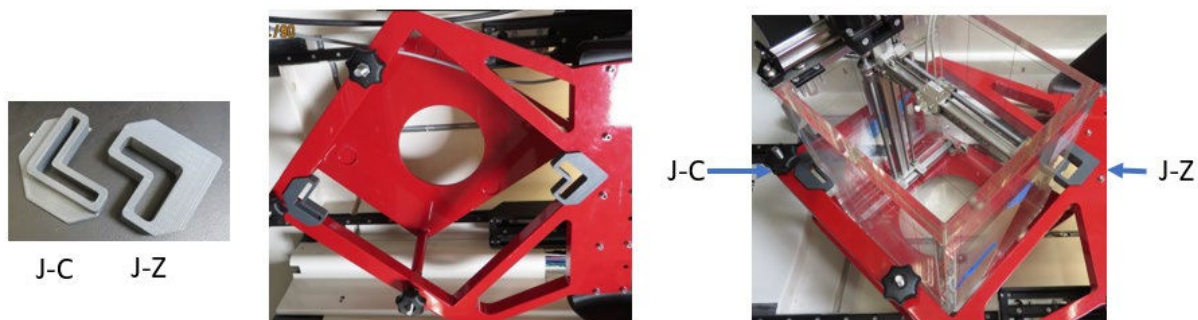

図 1-1。PTW 社製水槽
2. 空の PTW 社製水槽をブラケット内に置き、2 個のセンタリング治具を用いて、水槽を中央に配置します（図 1-1 を参照）。